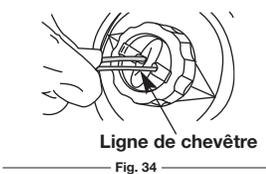

Fig. 34
- Utilisez un fil de rechange de 3 mètres de longueur et 2,41 mm d'épaisseur. Faites passer les deux extrémités du fil à travers les orifices du bouton de butée, jusqu'à ce qu'elles dépassent des œillets situés sur les deux côtés de la tête de coupe. Continuez à tirer sur le fil jusqu'à ce qu'environ 1,5 m de fil soit visible depuis les deux côtés de la tête de coupe. (Fig. 34)